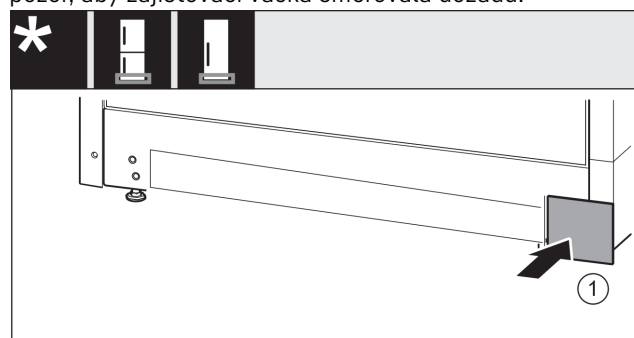

Fig. 19
- Kryt Fig. 19 (1) opět nasadte na druhé straně.